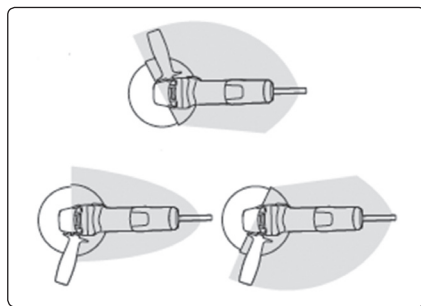

Abb. 5
- **Die Schutzhaube ist je nach dem bloßen Teil der Scheibe so zu installieren, dass in die Richtung der Bedienung einen möglichst geringen Teil der Scheibe bloß ist, um die maximale Sicherheit der Bedienung sicherzustellen, siehe Abb. 5. In den grauen Feldern auf der Abb. 5 ist die Schutzzone der Bedienung je nach der Umdrehung der Schutzhaube gegenüber des bloßen Teiles (Arbeitszone) der Scheibe dargestellt. Bei Änderung der Arbeitszone der Scheibe die Stellung der Schutzhaube entsprechend ändern, um die maximale Sicherheit der Bedienung sicherzustellen.**
- Hebel des Schnellspannsystems der Schutzhaube aufklappen und die Aufnahme der Schutzhaube über die Mulde auf den Hals des Schleifers aufsetzen, wobei sich die Vorsprünge auf der Aufnahme der Schutzhaube in der Mulde auf dem Hals des Schleifers befinden muss und die Aufnahme der Schutzhaube auf dem Hals des Schleifers möglichst unten sitzt. Dann die Schutzabdeckung so umdrehen, um die maximale Sicherheit des Benutzers bezüglich der Position der Bedienung und des bloßen Teiles der Scheibe, mit der geschnitten wird, (siehe Abb. 5) sicherzustellen. Vor dem Aufklappen des Hebels des Schnellspannsystems überzeugen Sie sich, dass die Schutzhaube richtig aufgesetzt ist und klappen Sie den Hebel des Schnellspannsystems wieder aus. Dann mit geeignetem Montagewerkzeug die Aufnahme der Schutzhaube durch Drehen der Mutter an der Schraube der Schutzhaube festziehen, um die Schutzhaube für den Betrieb des Schleifers zu sichern, wobei der Hebel des Schnellspannsystems für eventuelle Änderung der Stellung der Schutzhaube aufklappbar bleiben muss. Überzeugen Sie sich durch Ziehen an der Schutzhaube, dass die Schutzhaube des Schleifers fest gesichert ist.